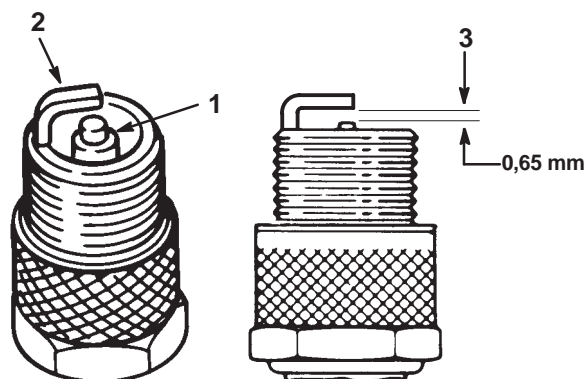

Figure 29
1. Inspectez le centre des bougies (Fig. 29). Si le bec de l'isolateur est recouvert d'un léger dépôt gris ou brun, le moteur fonctionne correctement. S'il est couvert d'un dépôt noir, c'est généralement signe que le filtre à air est encrassé.
2. Contrôlez l'écartement entre l'électrode centrale et l'électrode latérale (Fig. 29). Courbez l'électrode latérale (Fig. 29) si l'écartement est incorrect.